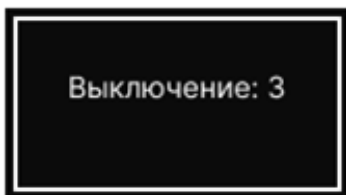

Рисунок 8
3.4.3 Для выключения прибора необходимо в «основном режиме измерения» нажать и удерживать кнопку в течение 3 секунд, на экране появится обратный отсчет (рисунок 8). Для автоматического возврата к режиму измерения, в период обратного отсчета, отпустите кнопку включения.